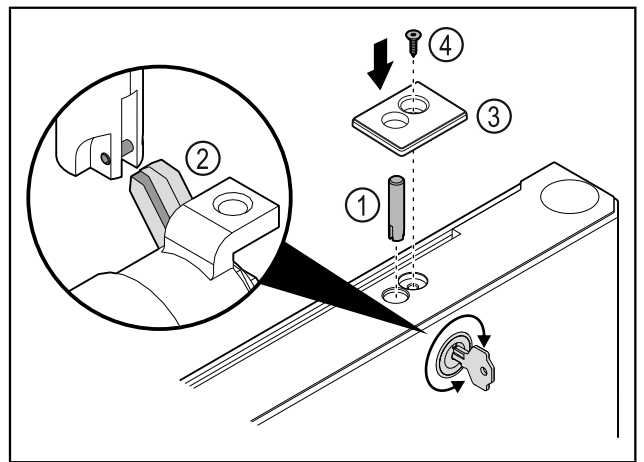

Fig. 47
- ▶ Sett inn låsebolten Fig. 47 (1).
- ▶ Drei låsen litt, slik at låsebolten Fig. 47 (2) smekker på plass i spalten i låsen.
- ▶ Sett på dekselet Fig. 47 (3).
- ▶ Sett inn skruen Fig. 47 (4).